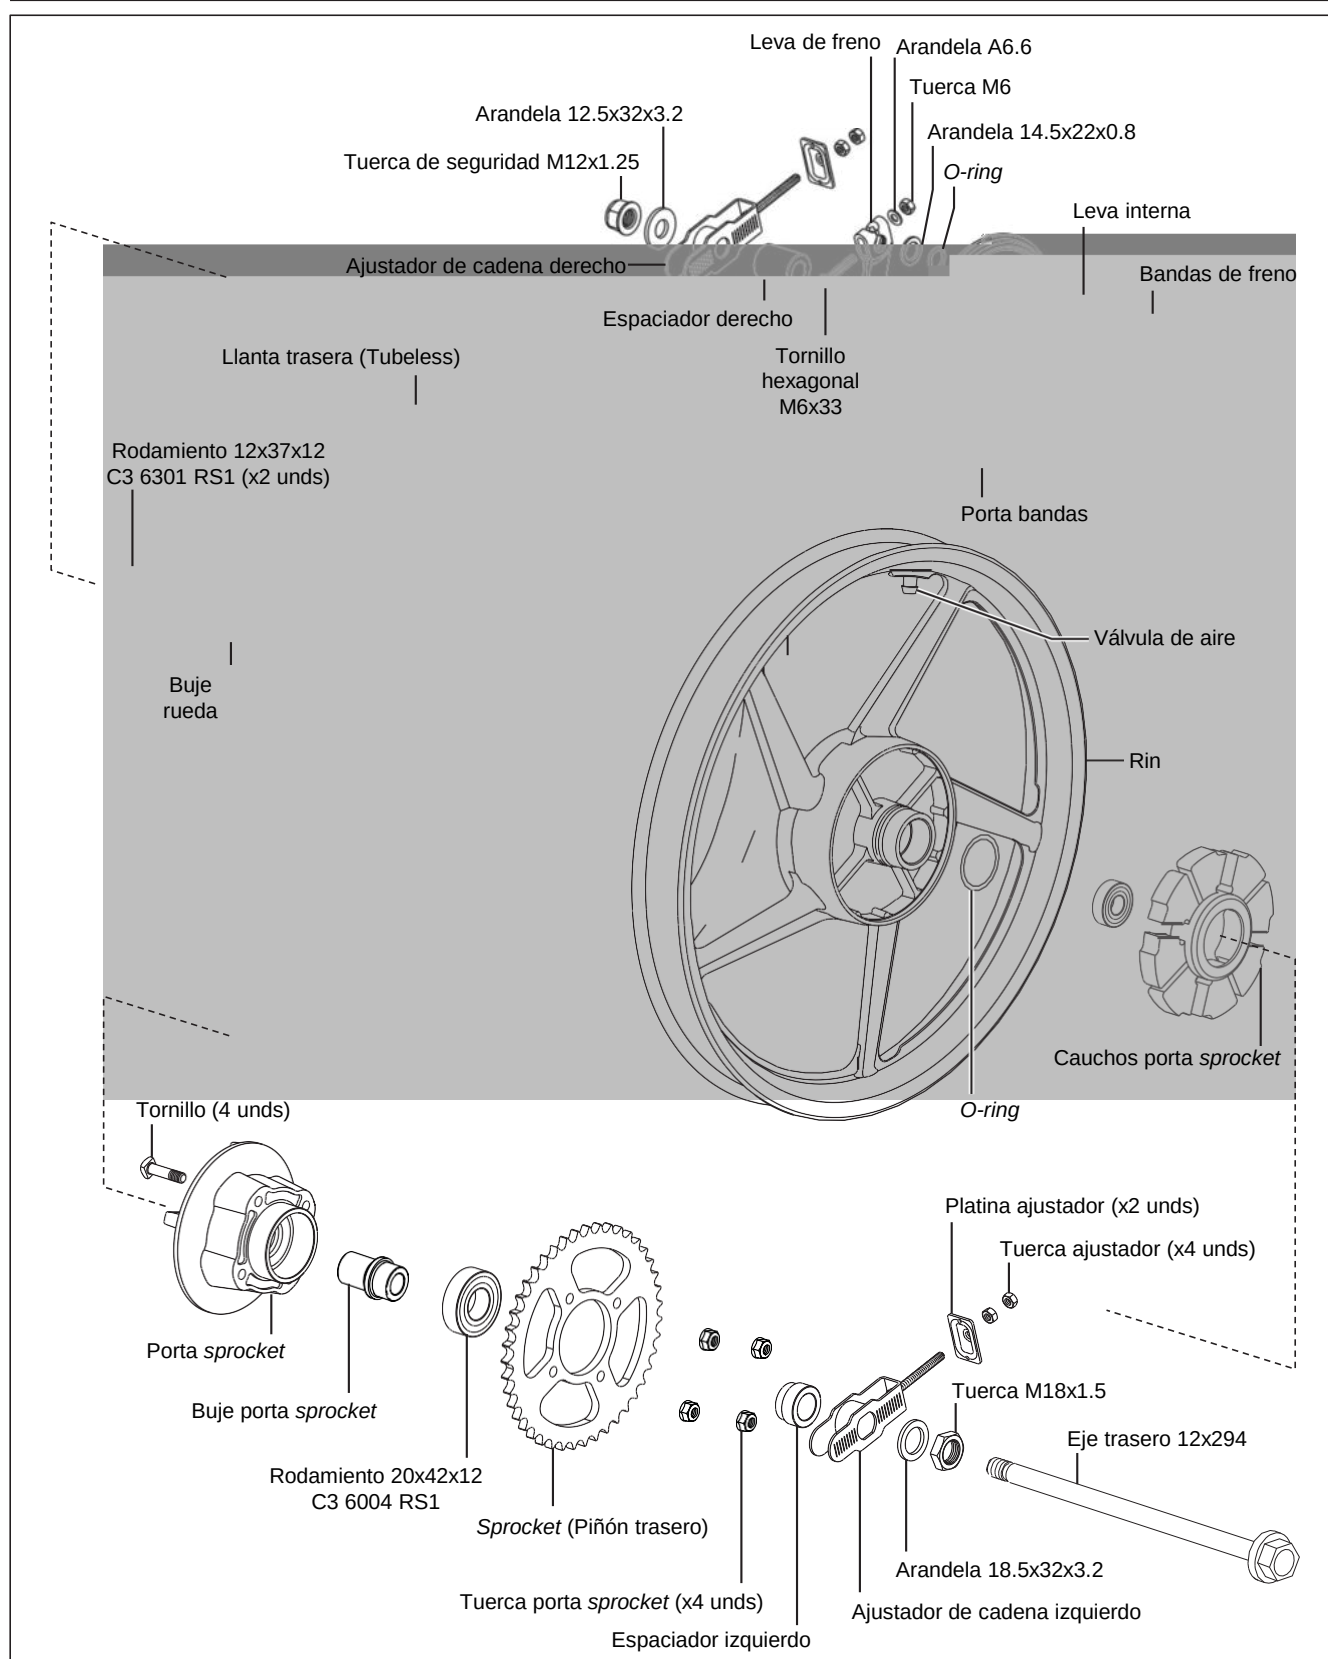

Fig. 6.97
- Ensamble y monte el conjunto de la ruda trasera con el sistema de *sprocket* y el sistema de freno en el orden inverso al del desmontaje. Consulte la vista explosionada para más detalles. (Fig. 6.97)